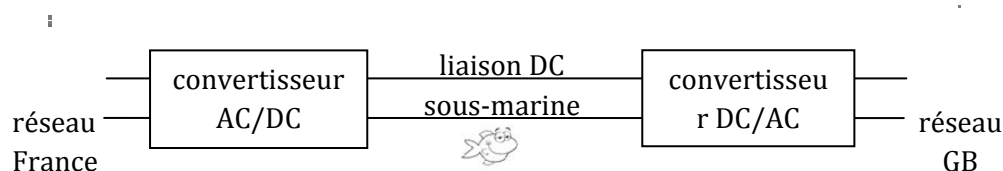

Figure 3 : Schéma de principe de l'IFA
La Figure 3 présente le schéma de principe de cette liaison, avec deux stations de conversion du courant alternatif en courant continu de part et d'autre de la Manche. Il s'agit de convertisseurs à thyristors, autorisant un réglage précis et rapide de la puissance échangée.
7. On s'intéresse maintenant à l'IFA (Figure 3). La puissance qui transite à travers la liaison est contrôlée par les angles d'amorçages des convertisseurs, notés α_F pour le côté français et α_A pour le côté anglais. Les convertisseurs doivent être pilotés de manière cohérente afin d'assurer l'équilibre des puissances. On suppose que les tensions efficaces sont rigoureusement identiques de part et d'autre de l'IFA.